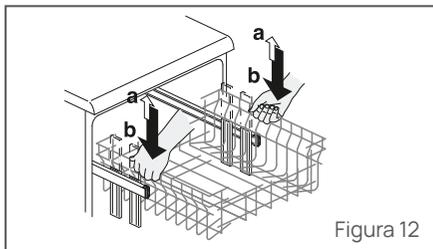

Figura 12
- Sujete el cesto de ambos lados y levántelo ligeramente (Figura 12 a).